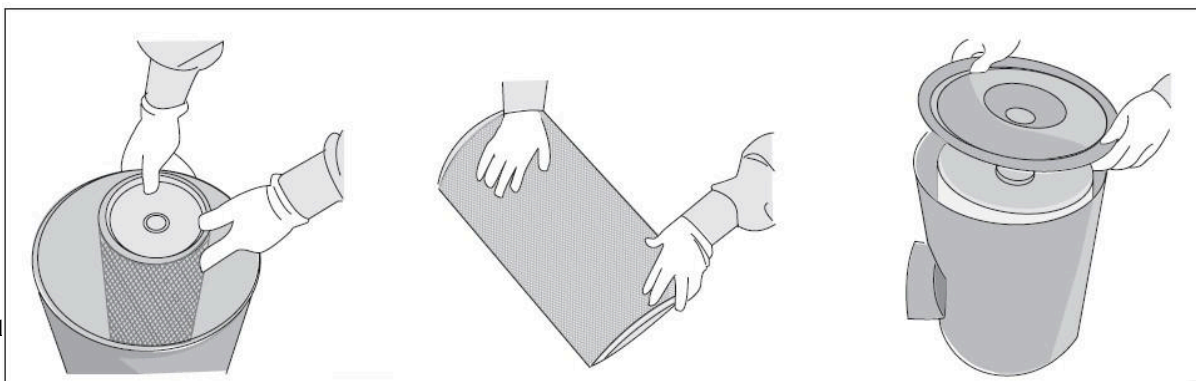

Рис. 3-12 Процесс проверки фильтрующего элемента воздушного фильтра
- Очистите внутреннюю часть корпуса фильтра, как показано на Рис. 3-12.